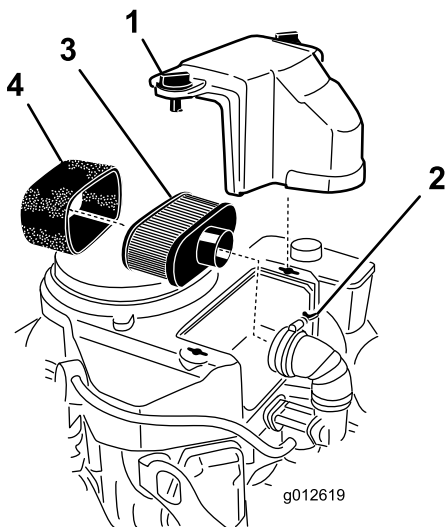

Figura 23
3. Limpie la zona alrededor del limpiador de aire para evitar que entre suciedad en el motor y cause daños (Figura 23).
4. Desenrosque los pomos de la tapa y retire la tapa del limpiador de aire (Figura 23).
5. Desenrosque la abrazadera y retire el conjunto del limpiador de aire (Figura 23).
6. Retire cuidadosamente el filtro de gomaespuma del filtro de papel (Figura 23).
Importante: No limpie el filtro de papel, cámbielo (Figura 23)
1. Deslice cuidadosamente el elemento de espuma sobre el elemento de papel del limpiador de aire (Figura 23).
2. Coloque el conjunto del limpiador de aire sobre la base del limpiador de aire y fíjelo con 2 tuercas de orejeta (Figura 23).
3. Coloque la cubierta del limpiador de aire y apriete el pomo de la cubierta (Figura 23).